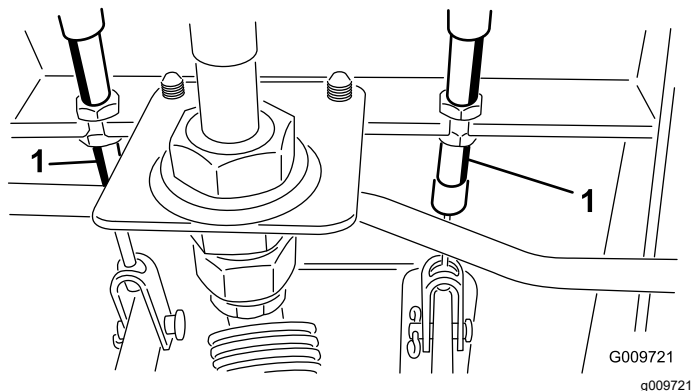

Рисунок 80
- A. Отпустите переднюю гайку на резьбовом конце троса тормоза (Рисунок 80).